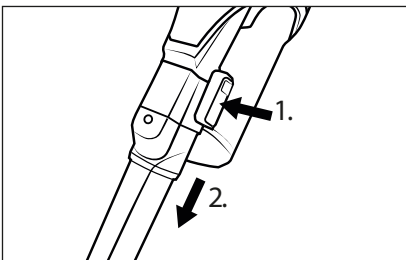

Fig. 15
- ◆ Per rimuovere gli accessori, tenere premuto il tasto di sblocco dell'accessorio e sfilare l'accessorio dal tubo di aspirazione **23** oppure dall'apertura di aspirazione dell'apparecchio (vedere fig. 15).